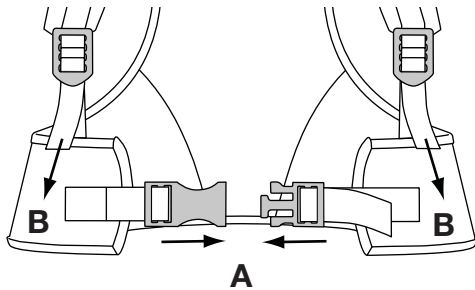

Fig. 17
2. Cierre los soportes de la cintura del sistema de soporte uniendo las presillas de los soportes de la cintura (Fig. 17, A).
4. Tire de las manijas de los soportes de los hombros para apretar los soportes de los hombros (Fig. 17, B).